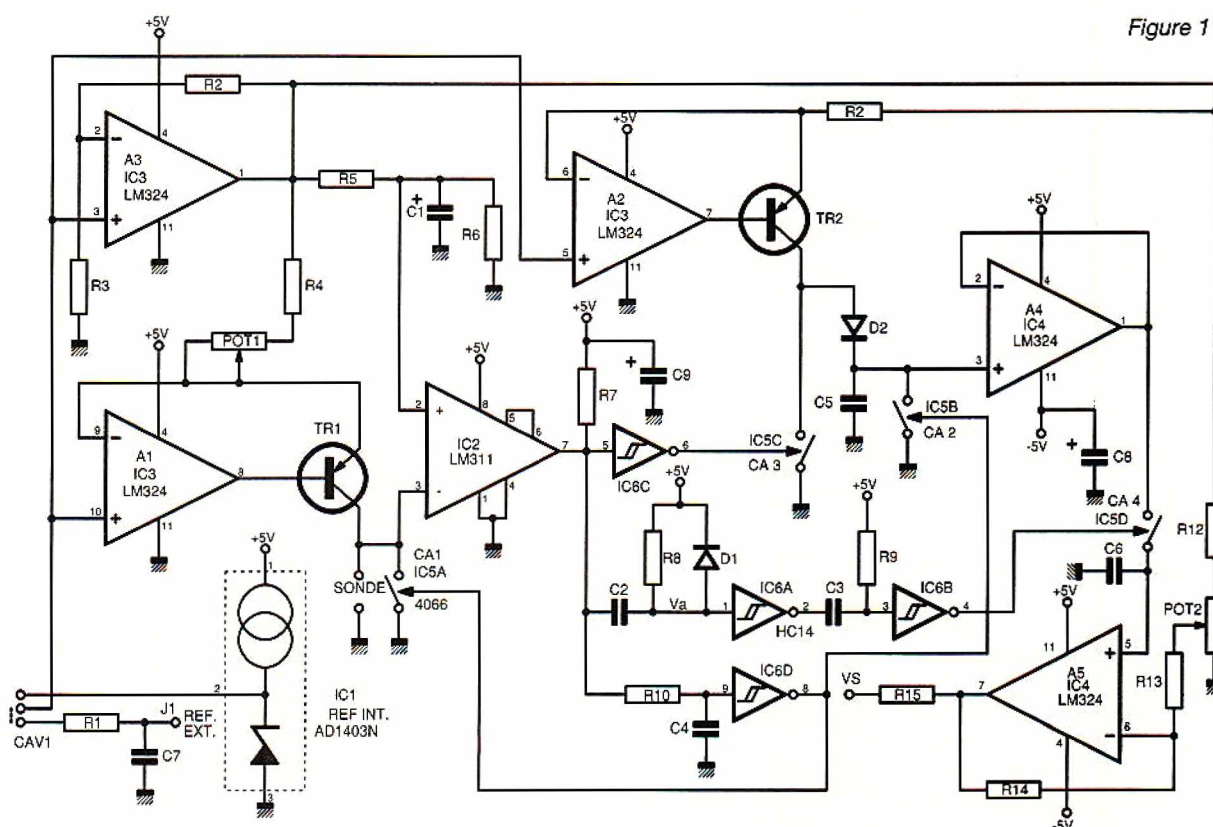

Figure 11
La figure 11 donne le schéma de principe du montage réalisé, sur lequel on peut distinguer les divers éléments déjà étudiés.
Il est, comme on peut le voir sur la figure 11, directement semblable à celui envisagé dans le montage théorique, à la différence près que le suiveur de sortie a été remplacé par le montage construit autour de A_5 . Ceci a deux conséquences : premièrement, la tension sur le condensateur d'échantillonnage C_6 a été simplifiée d'un facteur égal à 2, $1 + (27/27)$, et deuxièmement, la présence du potentiomètre POT_2 permet de régler la tension de sortie à zéro quand $C_{ext} = 0$ ou toute autre valeur. Suivant l'usage qui est fait du montage, cela peut ou non être nécessaire : si l'acquisition de V_s est faite par un ordinateur, il est facile de mesurer la tension à vide ($C_{ext} = 0$), évidemment non nulle du fait des capacités parasites présentes : capacité de collecteur de T_1 , capacité d'entrée du comparateur et du commutateur analogique, etc. et de la retrancher de celle obtenue pour une valeur de C_{ext} , donnée ; si la tension de sortie est directement affichée ou traitée, il vaut mieux que cette correction soit faite pour que $V_s = 0$ si $C = 0$.
Bien que certains éléments aient disparu, nous avons conservé les noms des restants afin de pouvoir comparer les schémas des figures 11 et 18. On remarquera qu'ici aussi, la sortie V_c du comparateur attaque trois circuits différents :
- V_c est aussi comme décrit figures 11 et 12, différenciée pour produire Q_A et $\bar{Q}_A$, ce dernier signal étant appliqué sur l'entrée LE des CD 4511, décodeurs 7 segments équipés de registres d'entrée, afin de charger une nouvelle donnée dans les registres.